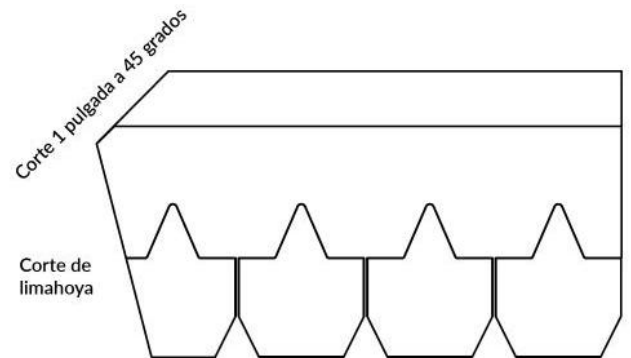

Figura 8
F-Wave recomienda el uso de un método de limahoya descubierta. Para conocer otros métodos de instalaciones de limahoyas, visite fwaveroofting.com y consulte el boletín técnico actual. Es importante tener en cuenta que todos los tapajuntas de limahoyas deben estar colocados antes de instalar las tejas cerca de las limahoyas. Para la aplicación, comience con una capa de una membrana impermeabilizante autoadherente de superficie lisa, no granulada de un mínimo de 36 pulgadas (915 mm) de ancho e instálela directamente sobre la plataforma de techo. En seguida, sujete la capa base sobre la membrana impermeabilizante autoadherente de superficie lisa, no granulada. Corte 1 pulgada (25 mm) a un ángulo de 45° de la esquina superior de la teja que entra a la limahoya. Vea la **Figura 8**.
- Instale la primera hilera de tejas a lo largo del alero hasta que llegue al centro de la limahoya. Recorte la teja en la limahoya de manera que coincida con la línea de tiza y que también tenga un corte de 1 pulgada (25 mm) a un ángulo de 45° de la parte superior de la teja. Vea la **Figura 8**.